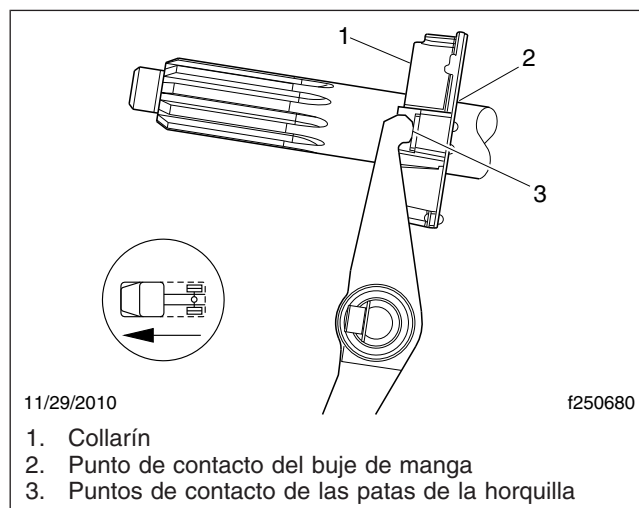

Figura 2, Engrase los puntos de contacto
4. Quite el exceso de grasa y aplique grasa a los puntos de contacto de la pata de horquilla y del buje de manga. Vea la Figura 2.